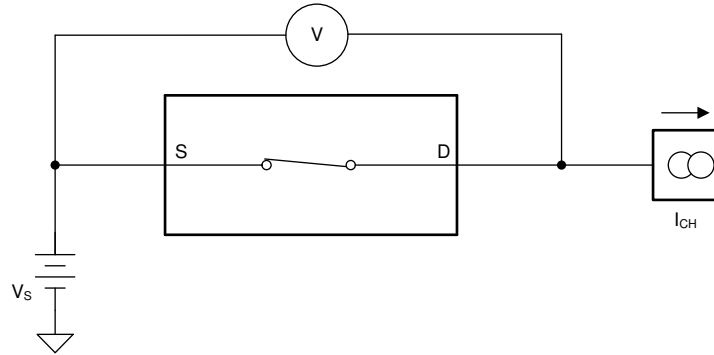

图 8-1. 导通电阻测量设置
TMUX6111, TMUX6112, and TMUX6113 的导通电阻是器件源极 (Sx) 和漏极 (Dx) 引脚之间的欧姆电阻。导通电阻随输入电压和电源电压的变化而变化。符号 R_{ON} 用于表示导通电阻。图 8-1 展示了用于测量 R_{ON} 的测量设置。电压 (V) 和电流 (I_{CH}) 通过此设置进行测量, R_{ON} 的计算方法如方程式 1 所示: